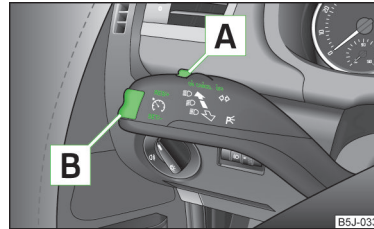

Abb. 114
- Den Schalter **A** » Abb. 114 in Stellung **ON** drücken.
- Die Wippe **B** » Abb. 114 auf Seite 122 in der Position **RES** drücken.
» Abb. 114 auf Seite 122 in der Position **SET verringert** werden.
Die Geschwindigkeitsregelanlage wird **vorübergehend abgeschaltet**, indem der Schalter **A** » Abb. 114 auf Seite 122 in die gefederte Stellung **CANCEL** bzw. auch das Brems- oder Kupplungspedal gedrückt wird.
› Den Schalter **A** » Abb. 114 auf Seite 122 nach rechts in Stellung **OFF** drücken.